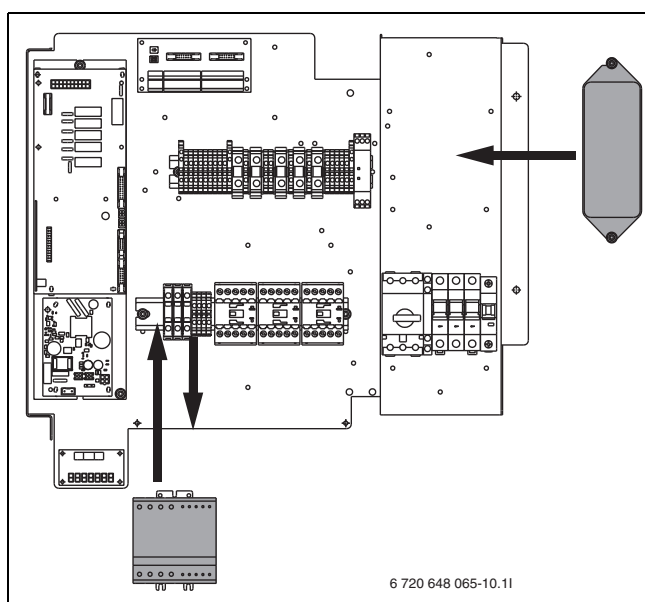

Bild 34 Montering av mjukstart och filter
1. (→ Bild 34) Kontrollera att kraftkablarna ligger i följande ordning på kopplingsplintarna: L1 svart, L2 brun, L3 grå. Avlägsna kablarna och demontera plintarna.
2. (→ Bild 34) Montera EMC-filtret i befintliga hål.